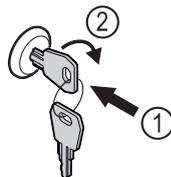

Fig. 160
- ▶ Introducir la llave. Fig. 160 (1)
- ▶ Girar la llave 90° en sentido horario. Fig. 160 (2)